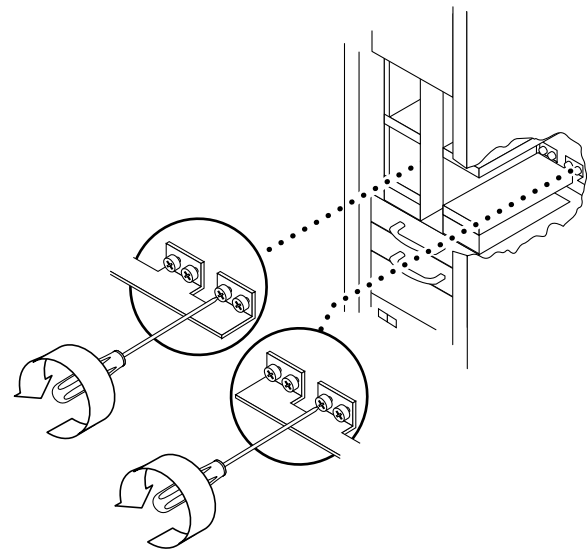

図 12-4 バスバーの脱落防止機構付きねじの緩め方 — Sun Fire 6800 システム
8. アクセス領域の奥の右上および左上にあるバスバーの脱落防止機構付きねじを緩めます (図 12-4)。